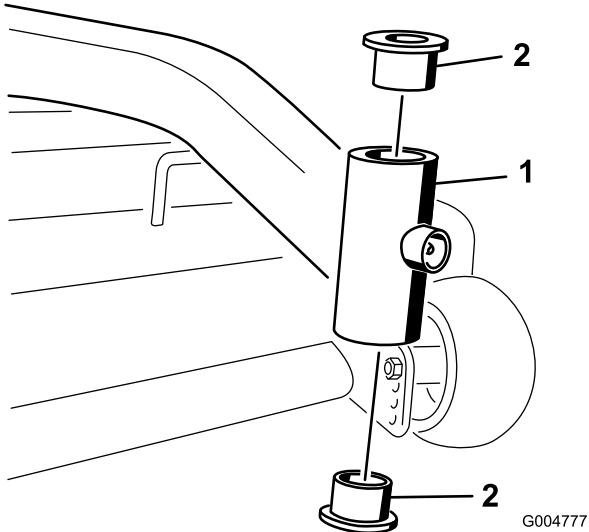

Figure 44
4. Insérez un chasse-gouille dans le tube de montage et chassez les bagues avec précaution (Figure 44). Nettoyez l'intérieur du tube de montage.